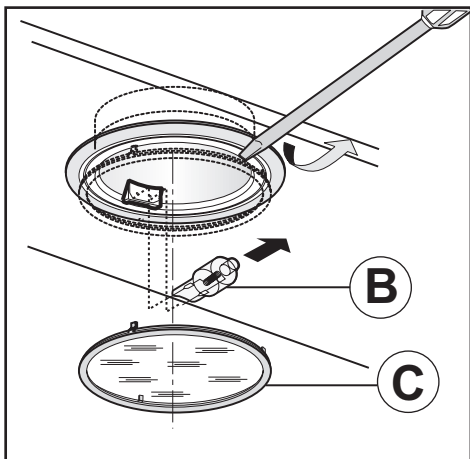

Fig.6
• Austausch der Halogenlampen (Abb.6):